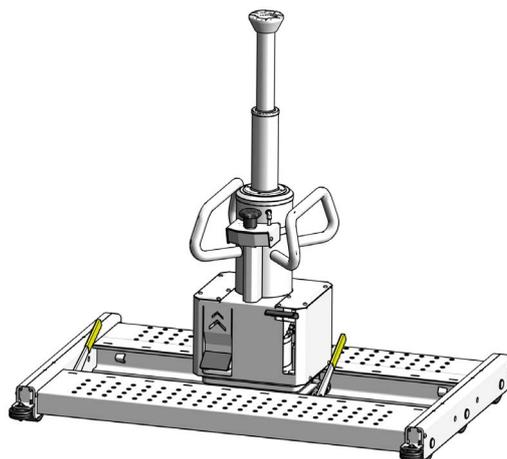

Fig.49
- Skader (*Fig. 49*) og unormalt slid
- Damage (*Fig. 49*), wear and tear
- Schäden (*Fig. 49*) und ungewöhnliche Abnutzung
- Dommages (*Fig. 49*) et usure
- Slitage (*Fig. 49*)
- Vauriot (*Fig. 49*) ja yleinen kuluminen
- Schade (*Fig. 49*) en slijtage
- Daños (*Fig. 49*) y desgaste